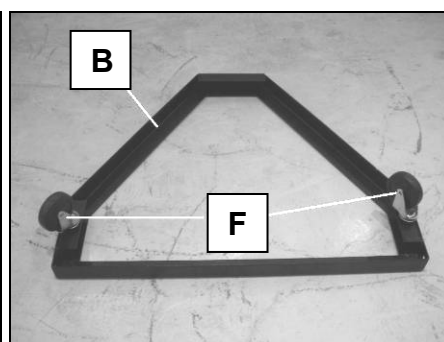

Fig 16
- Sous le bras principal (**B**), fixez les 2 roulettes multidirectionnelles (**F**) avec les écrous M10 et les rondelles de 10mm (Fig 16).